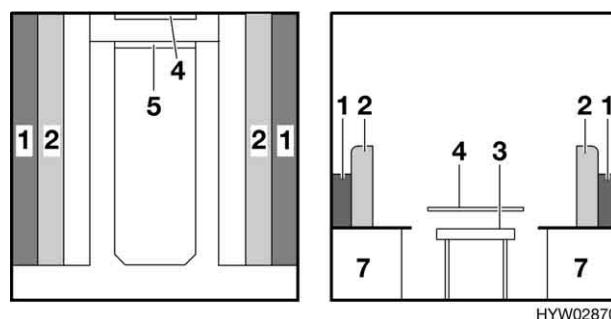

Fig. 46 Durante la trasformazione
- Alzare il piano del tavolo (Fig. 46,3) di circa 45°, sollevarlo dalla guida di supporto superiore (Fig. 46,4) e mantenerlo ad un angolo di 45°.
- Inserire il piano del tavolo nella guida di supporto inferiore (Fig. 46,5) con un angolo di 45° e deporlo sul pavimento con i puntelli.